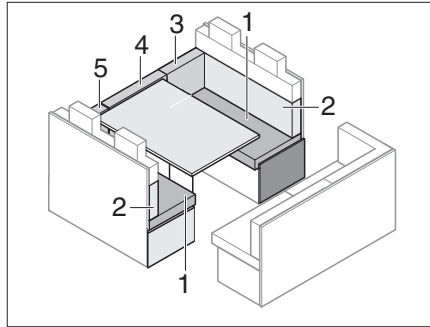

Bild 191 Före ombyggnaden
- Ta bort ryggdynorna (Bild 191,3,4 och 5) och lägg dem åt sidan.